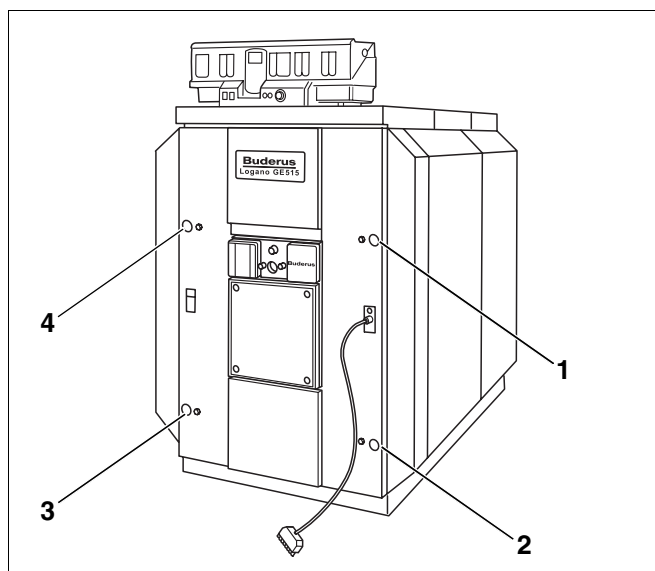

Fig. 71 Elementele de fixare a ușii arzătorului
- Se deșurubează cele patru șuruburi mecanice, care servesc la fixarea ușii arzătorului de elementul de cazan anterior (fig. 71, **poz. 1** până la **4**).